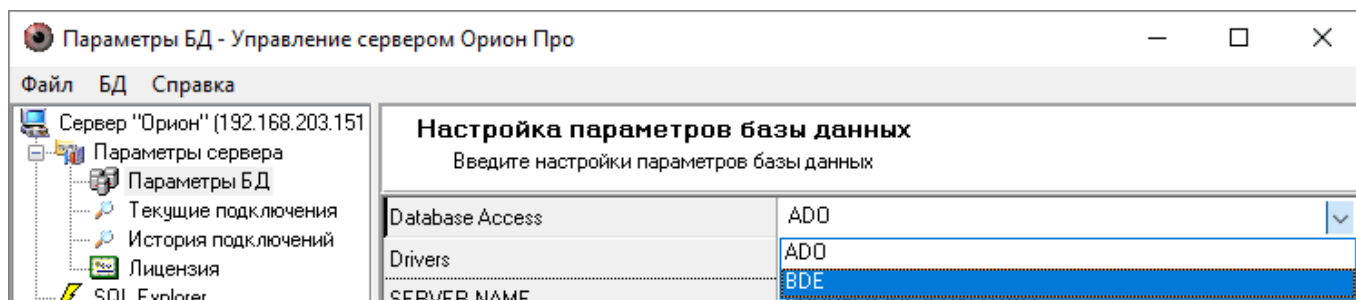
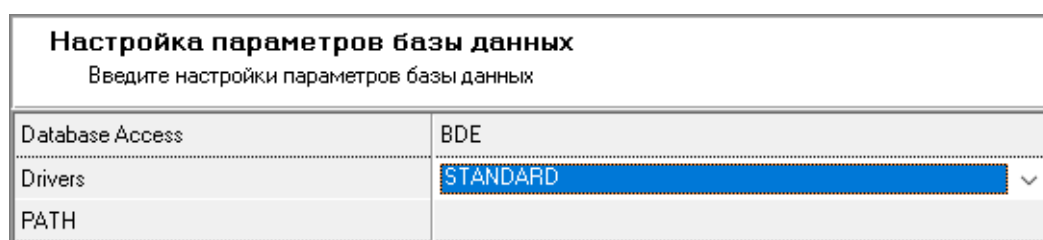

Рисунок 4-12 Выбор способа доступа к базе данных "BDE"
Рисунок 4-13 Автоматически установленное значение "STANDART" для драйвера
- 1) указать способ доступа к базе данных BDE, выбрав этот пункт в выпадающем списке (см. Рисунок 4-12) При выборе для способа доступа к базе данных значения «BDE» драйвер для работы с Базой данных автоматически будет изменен на «STANDART» (см. Рисунок 4-13).